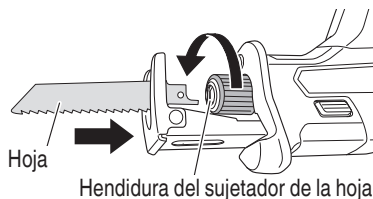

Fig. 7
- (1) Girando el sujetador de la hoja en la dirección indicada por la flecha, inserte la hoja completamente en la pequeña ranura del sujetador de la hoja. (Fig. 7)